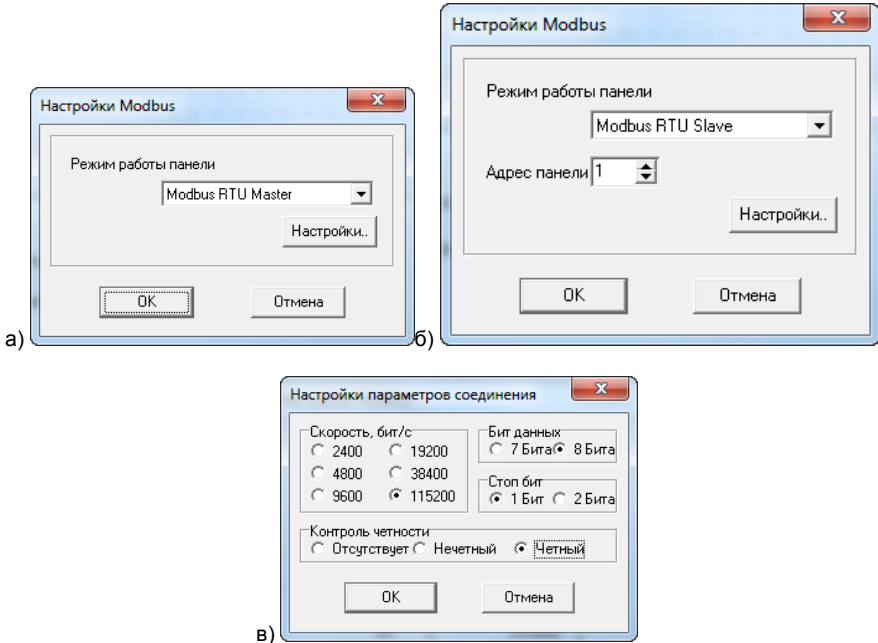

Рис. 4.1. Окна «Выбор ПЛК» (а) и «Настройки параметров соединения» (б)
1. Нажать кнопку «Новый проект» () панели инструментов, или выбрать команду Файл | Новый проект, или нажать сочетание горячих клавиш <Ctrl+N>. Откроется окно «Настройки Modbus» (см. рис. 4.1, а или б).
- для того, чтобы панель ИП320 работала Мастером, следует выбрать Modbus RTU Master (см. рис. 4.1, а).
- Для того, чтобы панель ИП320 была подчиненным, следует выбрать Modbus RTU Slave (см. рис. 4.1, б). В этом же окне выбирается адрес панели из диапазона 1...247.
3. В этом окне – нажать кнопку «Настройки». Откроется окно «Настройки параметров соединения» (см. рис. 4.1, в).